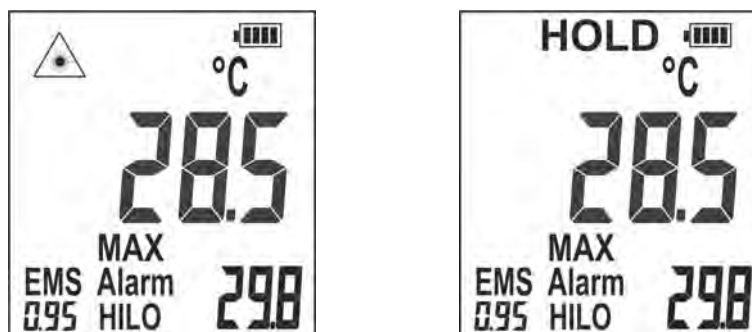

Fig. 18: Visualización resultado de medida
7. Suelte el Gatillo **T** para detener la medida y bloquear la visualización en el último valor leído. El símbolo "▲" desaparece y la indicación "HOLD" se muestra en pantalla (vea la Fig. 18)